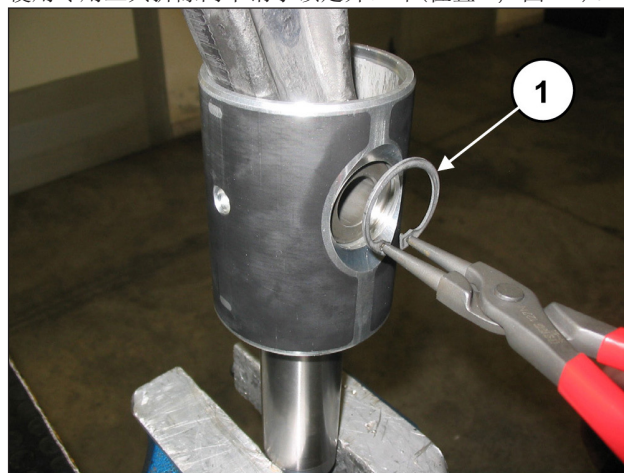

图 44
使用专用工具拆除两个销子锁定开口环(位置①，图 44)。
将连杆插入活塞导承（部件号①，图 46），接着插入销子（部件号①，图 45）。使用专用工具安装两个止挡开口环（位置①，图 44）。